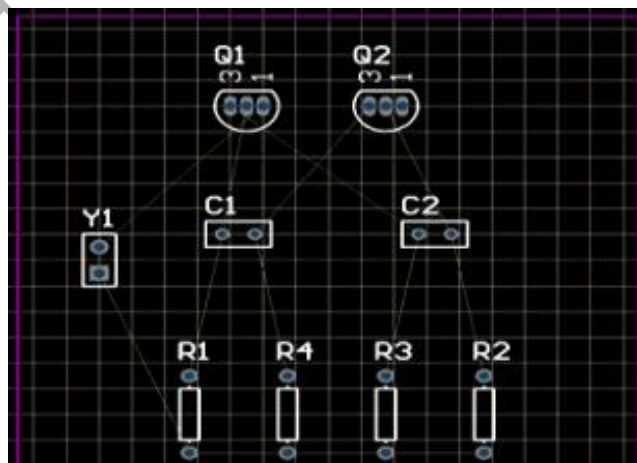

图 2-39 元器件使用新的封装放置在板上
2. 在 Component 对话框中双击该电容器和改变封装为 RAD-0.1。用户可以键入新的封装名称，或者按下...按钮，从 Browse Libraries 对话框中选择一个封装。单击 OK 按钮，新的封装会在板上显示。现在用户的板应看起来就像图 2-39 所示。